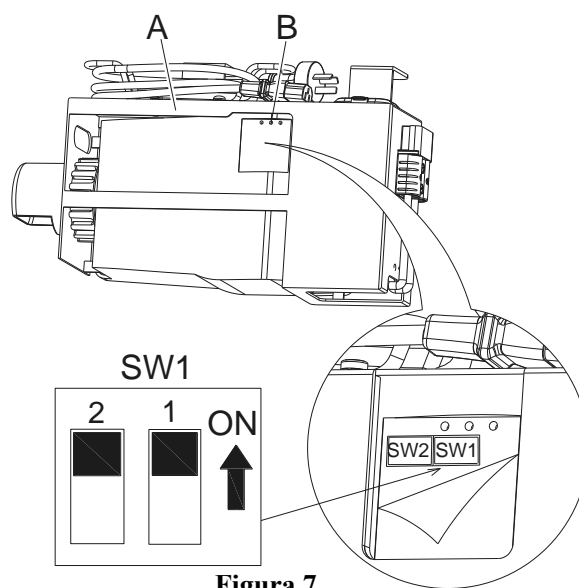

Figura 7
1. Opriți mașina și dezasamblați încărcătorul de bord (A, Figura 7) de pe mașină. Apoi, desprindeți puțin eticheta de pe capacul încărcătorului (B, Figura 7); veți găsi cele 2 grupuri de întrerupătoare manuale (SW1 și SW2) în încărcător.